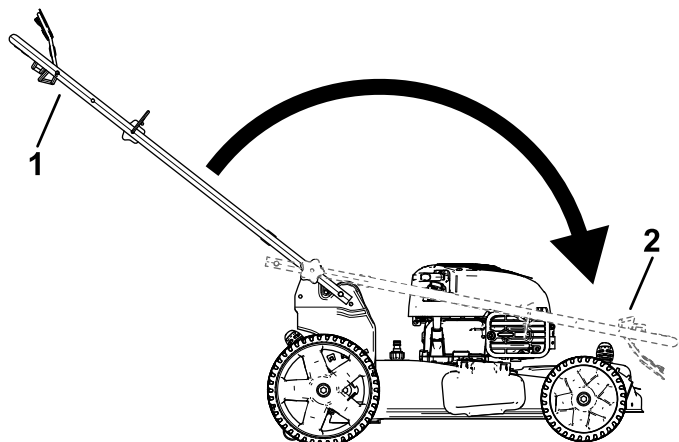

Figura 24
2. Piegate la stegola, ruotandola in avanti (Figura 24).